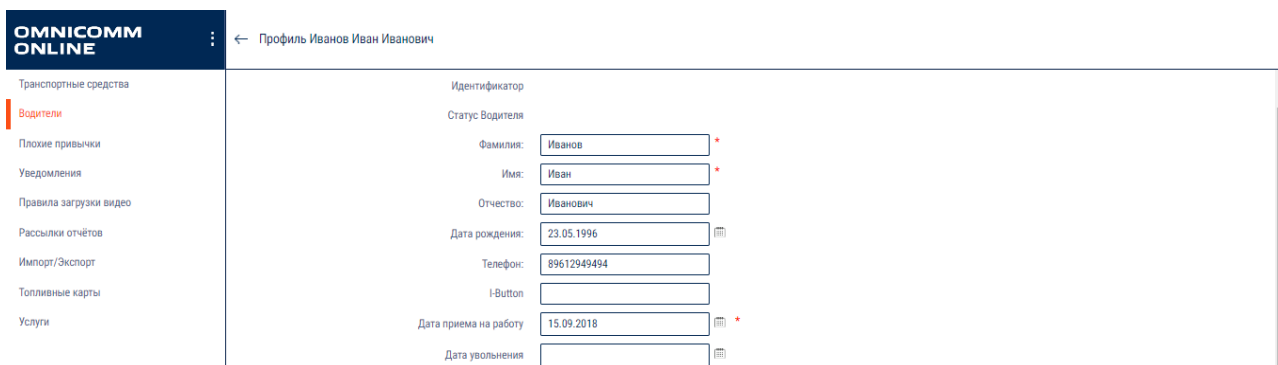

Рисунок 1.19 – Заполнение данных
13. Выберите **Добавить Водителя**  и заполните произвольную информацию (рисунок 1.19).